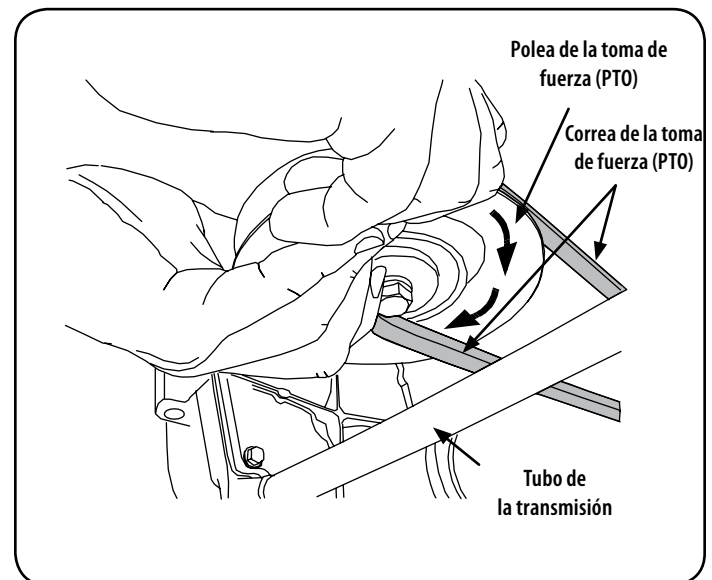

Figura 38
- d. Mientras sostiene la correa hacia abajo, siga girando la polea de la PTO hasta que la correa se deslice fuera de la polea. Consulte la Figura 38.